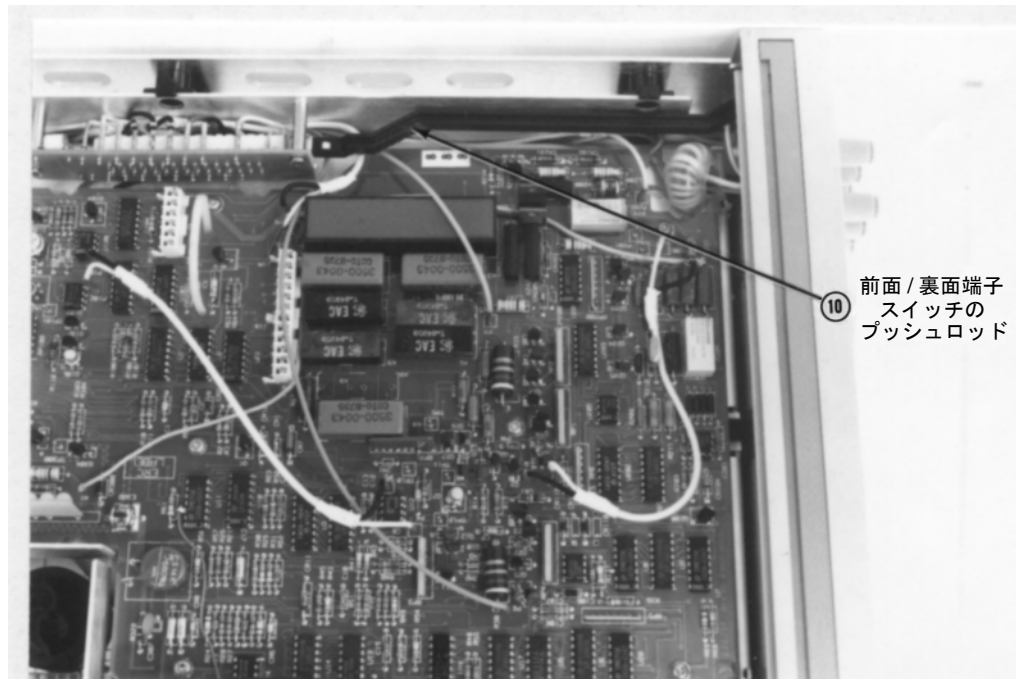

図42. 前面/裏面端子スイッチとプッシュロッド
3. 図42を参照してください。前面/裏面端子スイッチのプッシュロッドを取り外します。外しにくいときは、小型のマイナス・ドライバでこじ開けて取り外してください。スイッチを必要な位置に合わせます。
4. 図42を参照してください。上面シールドを取り付けます。シールドのスロットを、リテーナに合わせます。シールドをフロントパネル方向に押し、シールドのねじ穴とシャーシのねじ穴を合わせます。#TX10 Torx ドライバを使用して、シールドねじで取り付けます。